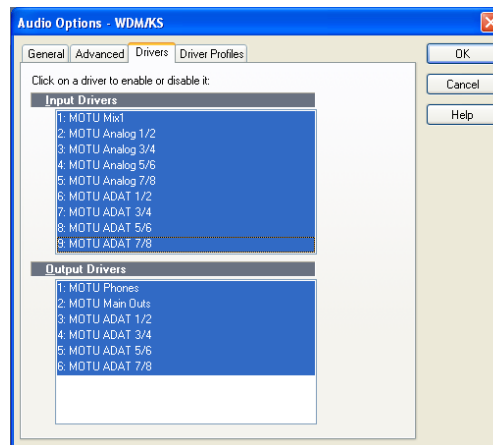

Figure 8-2: Activation du pilote MOTU Audio WDM dans SONAR, en faisant apparaître en surbrillance les entrées et sorties désirées.
- 3 Sélectionnez les entrées et les sorties de la 8pre que vous désirez utiliser : celles que vous ne désirez pas utiliser ne doivent pas apparaître en surbrillance, comme dans la Figure 8-2.